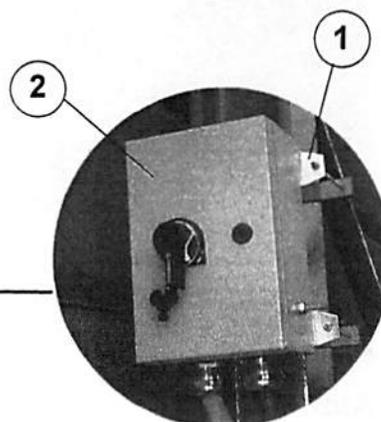

Abb. 2.2.16
Für die Montage des Tragrahmens des Leitungskastens (1) und der entsprechenden Schalttafel (2) (Abb. 2.2.16) siehe **Kapitel 4C "Montage elektrische Anlage des Turms"** des Handbuchs das dem Kran beiliegt.